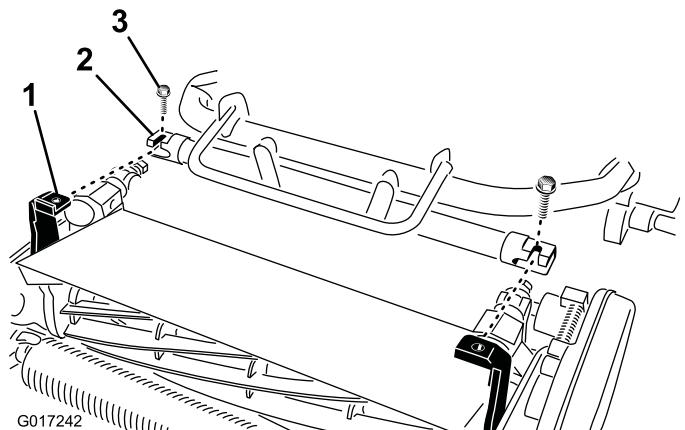

图8
4. 向前推动机架直至其与滚刀组旋转臂完全接合图8。
5. 使用 2 颗螺栓 $\frac{3}{8}$ x $\frac{3}{4}$ 英寸将机架固定到滚刀组旋转臂上图8。